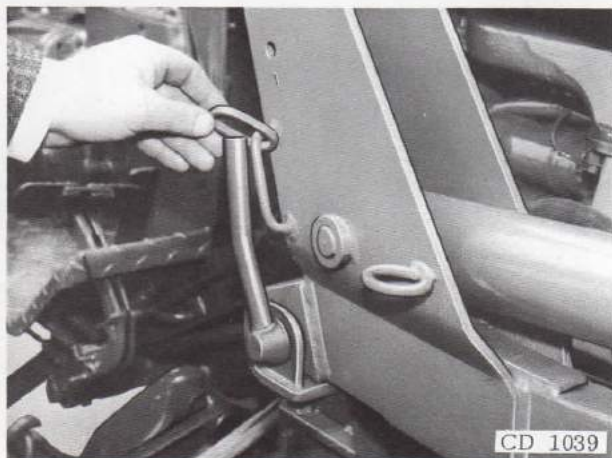

Fig. 16 - Anneau de verrouillage des broches à poignée
9. Verrouiller les broches à poignée en mettant l'anneau de sécurité (fig. 16).
4. Déverrouiller les broches à poignée en retirant l'anneau de sécurité (fig. 16).